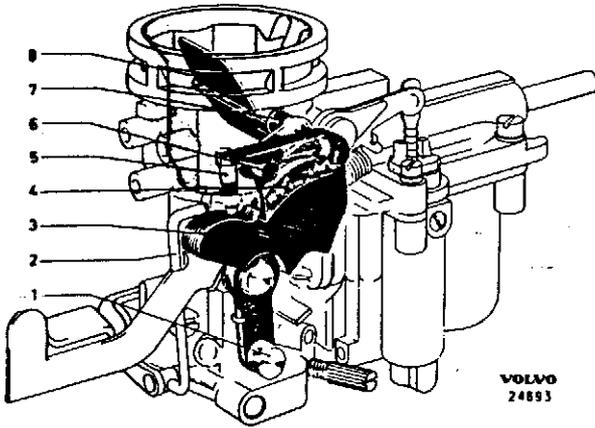

Abb. 10. Kaltstartvorrichtung mit Schnelleerlauf
gemisches ein Luftklappenzug benutzt, der mit einem Zugknopf am Armaturenbrett betätigt wird. Wenn beim Kaltstart des Motors der Zugknopf herausgezogen wird, bewegt sich der Nockenhebel (4, Abb. 10). Hierdurch wird der Impuls über die Feder (7) an der Welle auf die Luftklappe (8) übertragen, so daß sich diese schließt, wodurch ein stärkeres Vakuum und folglich eine größere Kraftstoffzufuhr erzielt wird. Nachdem der Motor angesprungen ist, und das Vakuum an Stärke zugenommen hat, kann sich die Luftklappe bis zu einem gewissen Grade öffnen, da deren Schließendenz durch die Feder an der Klappenwelle bewirkt wird. Auf diese Weise wird ein übermäßig fettes Kraftstoff-Luftgemisch bei ganz oder fast ganz herausgezogenem Luftklappenzugknopf vermieden. Wenn der Luftklappenzugknopf eingedrückt wird, wird die Drosselklappe gezwungen, sich ganz zu öffnen, weil der Mitbringerstift (6) des Luftklappenhebels in einer Spur in dem nockenförmigen Hebel läuft.